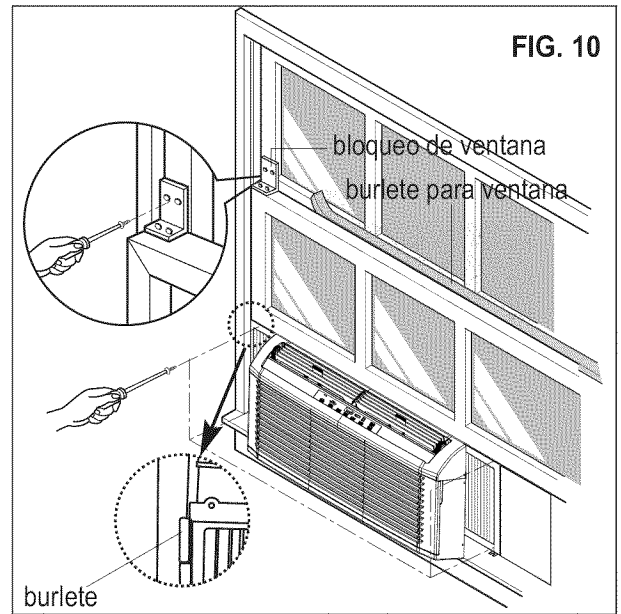

FIG. 10
Expanda los paneles de relleno y bloquéelos usando los 4 tornillos como se muestra en la FIG.10. Cuando los paneles de relleno se abren o se cierran puede encontrar cierta resistencia. Esto es normal.
- * Corte el burlete para la ventana para que se ajuste al ancho de la ventana. Introduzca el burlete entre el cristal y la ventana para evitar que entren el aire y los insectos, como muestra en la FIG.10.
- * Corte el burlete (6"X3/4"X1/12") a una longitud adecuada, retire el protector y rellene cualquier posible hueco como se muestra en la FIG.10.
- * Instale el bloqueo de ventana para evitar que se suba la ventana y así evitar que se caiga la unidad, como se muestra en la FIG.10.